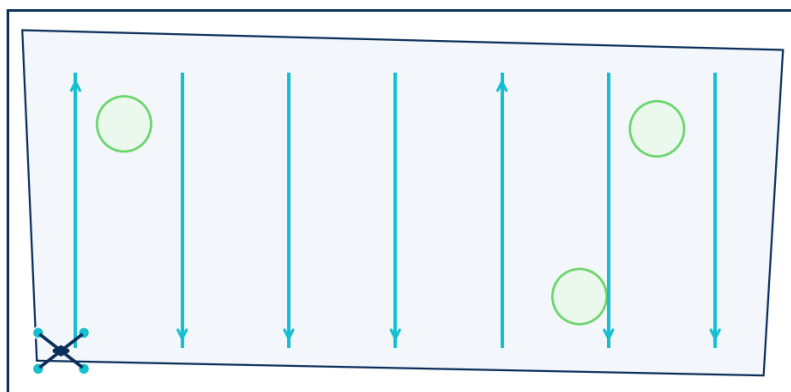

Figura 2 - Plano de voo em faixas paralelas. O planejamento define cobertura, redundância, segurança e condições para processamento confiável.
- Figura 2 - Plano de voo em faixas paralelas